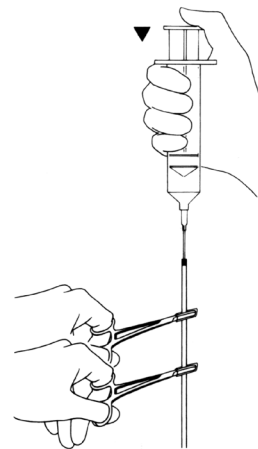

Figura 4-4e. Fechar o manguito
11. Com o ar e o fluido removidos e o manguito totalmente vazio, use duas pinças hemostáticas mosquito com cobertura em tubo para fechar duplamente a tubagem do manguito (um entalhe apenas) 3 cm abaixo da agulha e novamente 3 cm abaixo da primeira pinça hemostática. (Figura 4-4e)